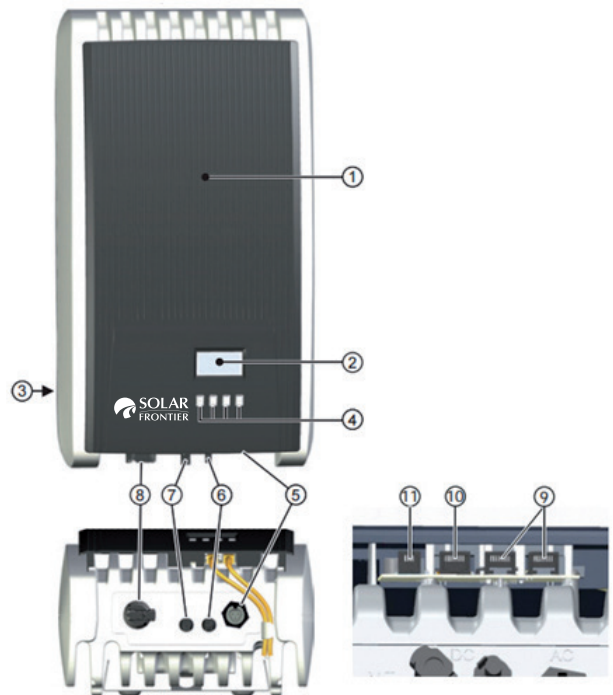

Abbildung 31
Die Bedientasten (④ in Abbildung 31) haben folgende Funktionen: